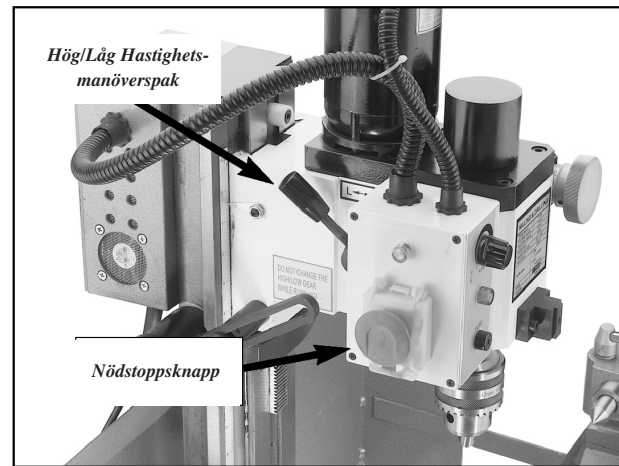

Fig. 4. Fräs/borrmaskinsreglage
3. Gör Dig förtrogen med fräs/borrhuvudets reglage som visas i fig 4 och 5.